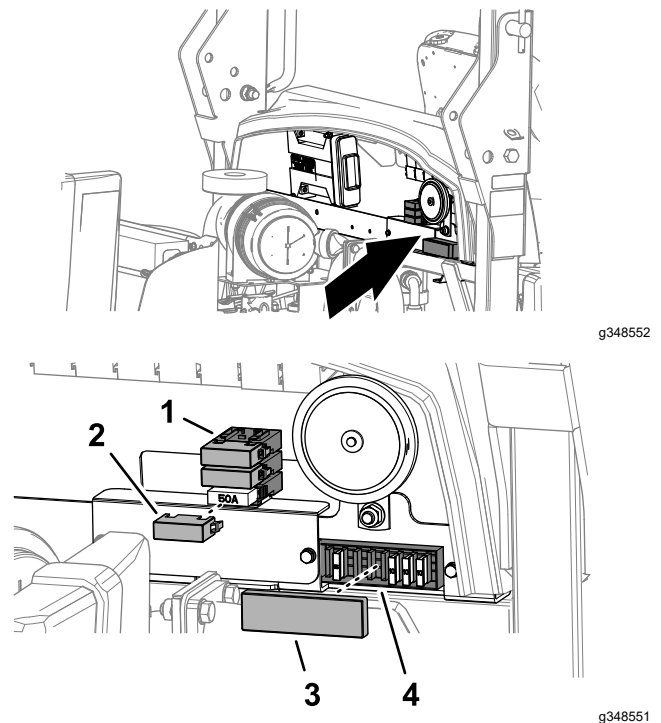

Figura 71
3. En la parte posterior de la división, retire la cubierta del bloque de fusibles (Figura 71).
6. Instale la tapa del bloque de fusibles (Figura 71).